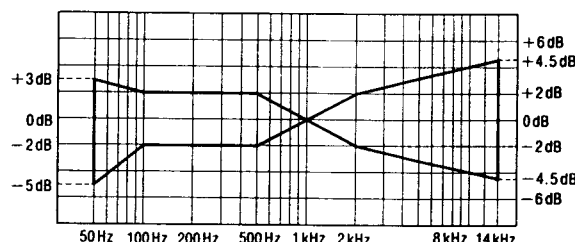

Fig. 9
6. Después de eso, incrementar la señal grabada en la cinta virgen CrO₂ (QZZCRX) y la cinta virgen metálica (QZZCRZ) hasta 14kHz y ajustar de la misma manera como mencionado arriba y comprobar que el nivel de frecuencia esté dentro de la gama mostrada en la Fig. 9.